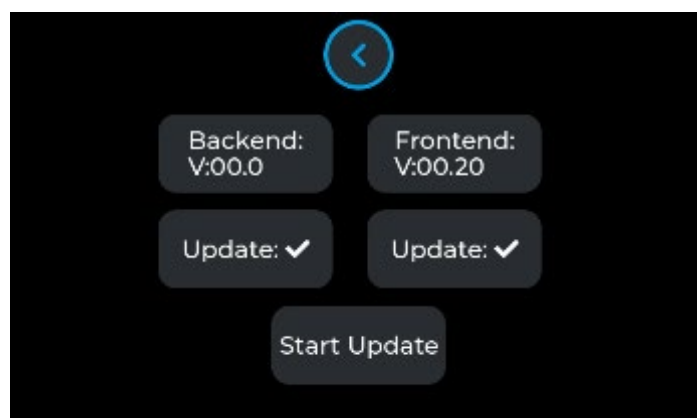

Abb. 6.11 Update Menü
- 6) Es öffnet sich ein Updatefenster wie in Abb. 6.11. Das Update kann mit dem „Start Update“ Button gestartet werden. Der prozentuale Fortschritt des Updates wird am Display angezeigt.